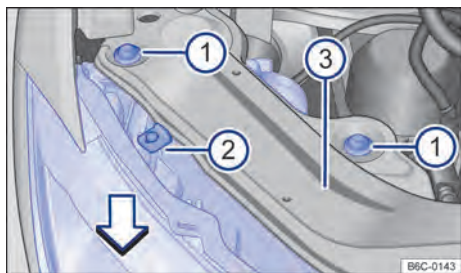

Fig. 168 No compartimento do motor: parafusos de fixação do farol dianteiro.
- Remover os parafusos de fixação → Fig. 168 ① com o auxílio de uma chave torx.
- Mover o farol para frente, no sentido da seta → Fig. 168, até que os dois cliques da parte inferior desencaixem e possibilite a remoção do farol.
- Desencaixar o conector de alimentação, para remover totalmente o farol → ①.
- Recolocar o farol cuidadosamente até que os dois cliques inferiores encaixem e o batente superior → Fig. 168 ② encoste no suporte do farol ③.
- Recolocar os parafusos de fixação ① na carcaça do farol.
- Pressionar o farol contra o batente central superior ② e apertar os parafusos ① com a chave torx.